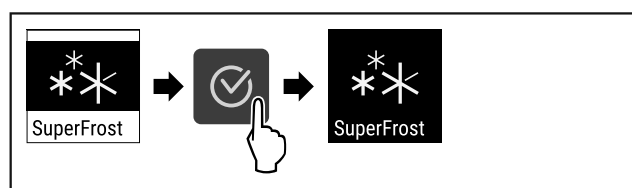

Fig. 66
- ▶ Wykonać czynności (patrz Fig. 66) .